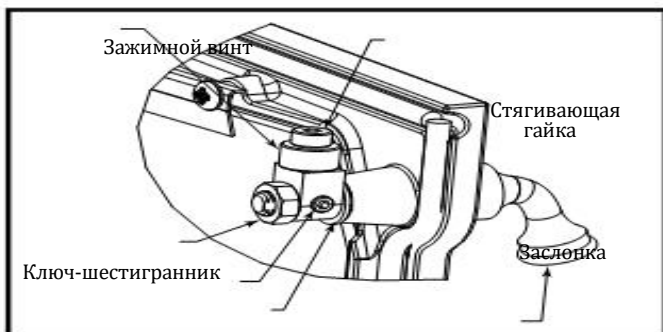

Рис. 42 Отрегулируйте заслонку при помощи ключа-шестигранника.
1. Снимите решетку. Освободите стягивающую гайку в центре заслонки. (Рис. 42)